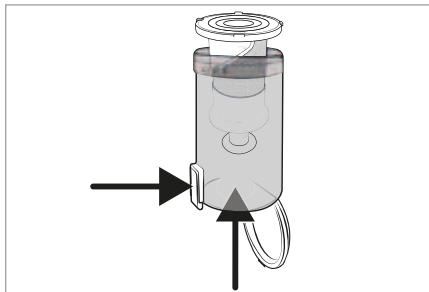

Fig. 20
- 4) Rimuovere il filtro in acciaio inox **6** dal contenitore di raccolta della polvere **7** premendo il tasto di sblocco per il coperchio del contenitore di raccolta della polvere **8**. Estrarre, quindi, il filtro in acciaio inox **6** dal contenitore di raccolta della polvere **7** dal basso (vedere fig. 20).